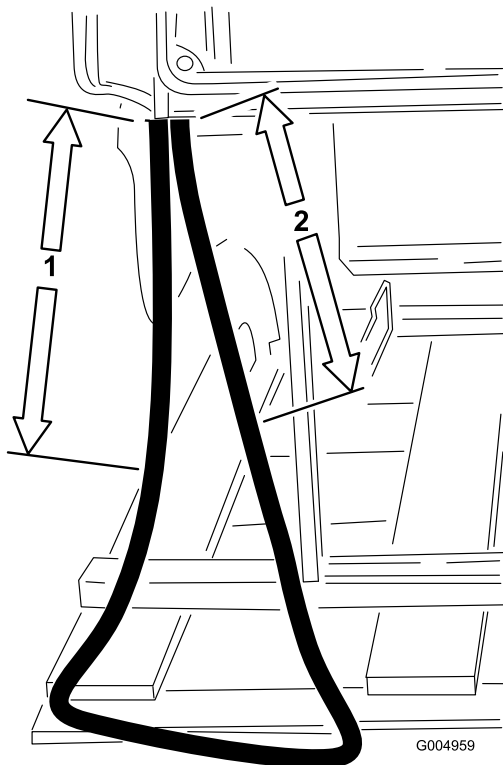

Figura 11
3. Mida 43,1 cm (17 pulgadas) desde el punto en que la manguera sale del bastidor, marque la manguera y corte la manguera en este punto (Figura 11).
manguera sale del bastidor, marque la manguera y corte la manguera en este punto (Figura 11). Ésta será la manguera de retorno.